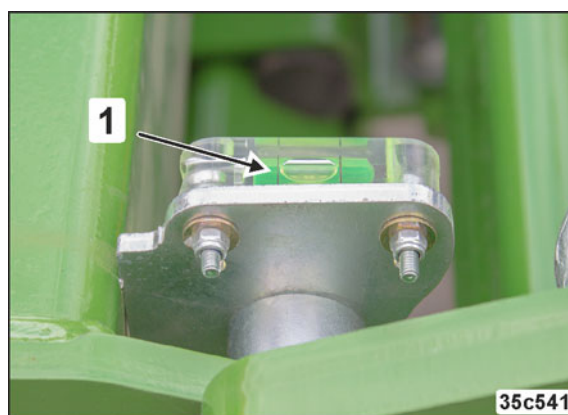

Fig. 160
2. Indstil traktorens liftarme således, at horisontallibellen (Fig. 160/1) på skærrammen viser vandret.